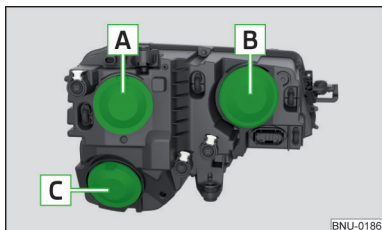

Abb. 345
- › Die Schutzkappe **A** bzw. **B** » Abb. 345 auf Seite 310 abnehmen.
- › Die Schutzkappe **B** » Abb. 345 auf Seite 310 abnehmen.
- › Die Schutzkappe **B** » Abb. 345 auf Seite 310 einsetzen.
- › Die Schutzkappe **C** » Abb. 345 auf Seite 310 abnehmen.
Die Schutzkappe **C** » Abb. 345 auf Seite 310 einsetzen.